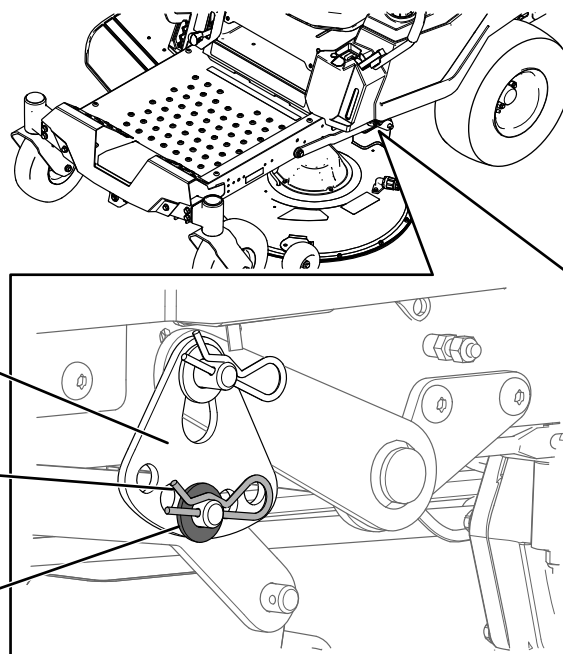

Figura 68
6. Îndepărtați tiftul în formă de agrafă și aiba de la tiftul inferior al braului de ridicare (Figura 68).